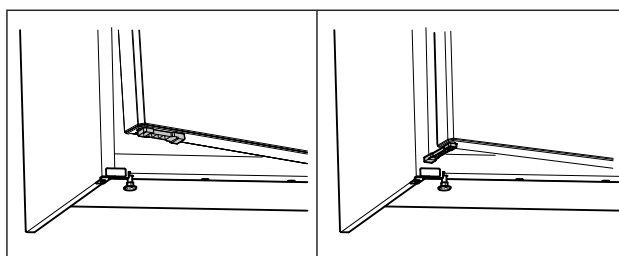

Fig. 59 *
- ▶ Поверните ограничитель открытия двери на 90°. (см. Fig. 59) *